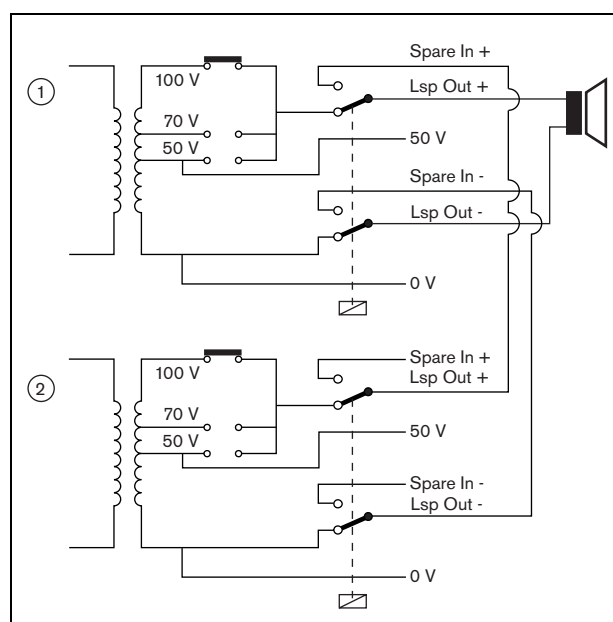
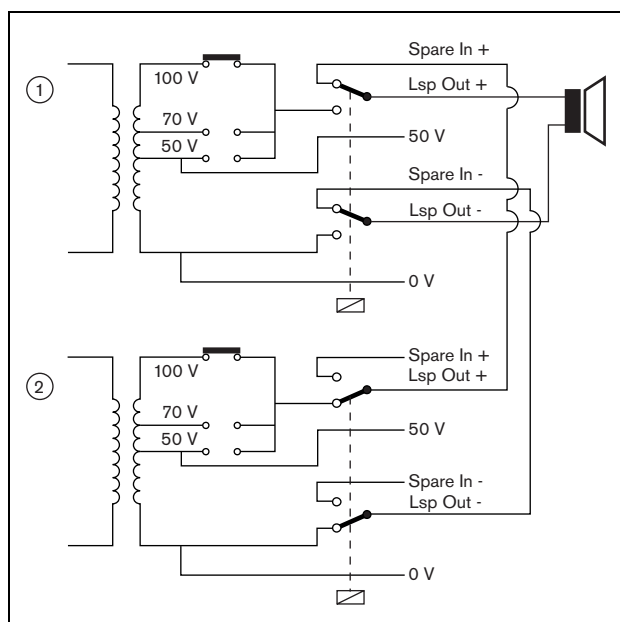

Abb. 8.8: Endstufe, vor der Umschaltung
Abb. 8.9: Endstufe, nach der Umschaltung
Die Umschaltung auf das Reservegerät erfolgt durch einen Relaisumschalter. Siehe Abb. 8.8 für die Situation vor der Umschaltung und Abb. 8.9 für die Situation nach der Umschaltung. Solange die Hauptendstufe (1) richtig funktioniert, ist dieses Relais stromführend (siehe Abb. 8.8) und der Ton wird zur Lautsprecherlinie (zu den Anschlüssen *Lsp Out+* und *Lsp Out-*) geleitet. Die Reserveendstufe (2) leitet keinen Ton, da sie nicht mit einer Lautsprecherlinie verbunden ist.
In dem Moment, in dem die Hauptendstufe (1) ausfällt, ist das Relais nicht mehr stromführend und die Schalter gehen in ihre Standardpositionen: *Spare In -* und *Spare In +* (siehe Abb. 8.9). Das bedeutet, dass die Audioausgabe der Reserveendstufe (2) über die Hauptendstufe (1) zum Lautsprecherkabel geleitet wird.